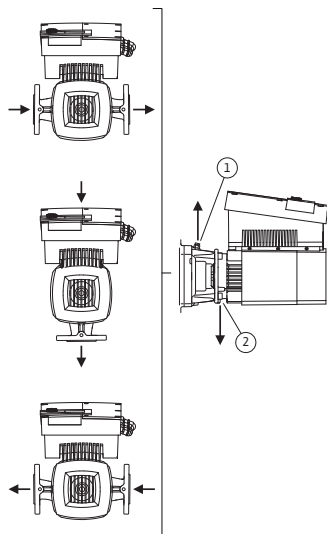

Fig. 23: Tilladte installationspositioner med horisontal motoraksel
- Ved horisontal motoraksel er det nødvendigt at kondensathullet vender nedad (fig. 23, pos.2). Motoren skal evt. drejes, så dette overholdes.